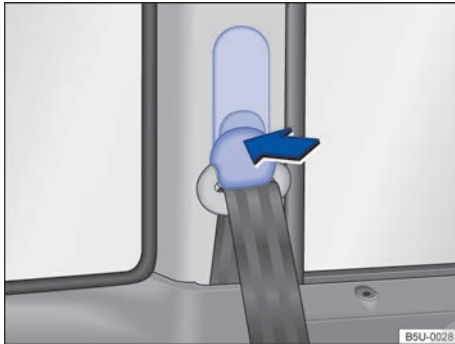

Fig. 14 Junto a los asientos delanteros: regulador de la altura del cinturón de seguridad.
- Presione el dispositivo regulador en el sentido de la flecha y manténgalo presionado → fig. 14.